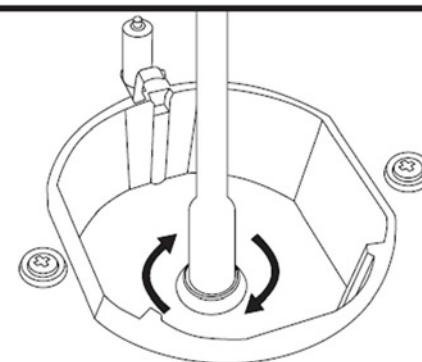
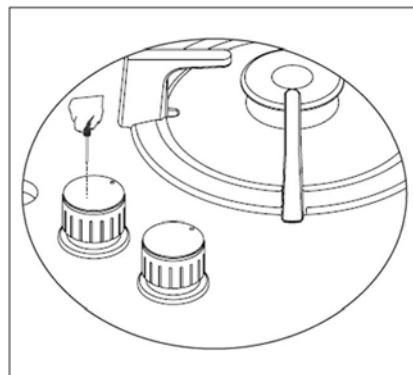
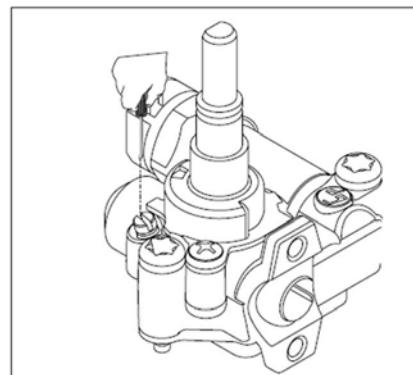

Рис. 3
Рис. 4
Рис. 5
6. В случае если установка духового шкафа не предусмотрена и есть свободный доступ к нижней части варочной поверхности, то в данном случае необходимо использовать деревянную панель, расстояние между прибором и панелью должно составлять минимум 30 мм. (рис.5).
7. Если прибор устанавливается в непосредственной близости от стены, минимальное расстояние между стеной и прибором должно составлять минимум 50 мм. (рис.5)
4. Выкрутите жиклер (Рис. 3) и замените на подходящий. Снимите ручку управления, соответствующую данной конфорке (Рис. 4), отрегулируйте положение регулировочного винта, который находится в центре газового крана (Рис. 5). Используйте отвертку подходящего размера.